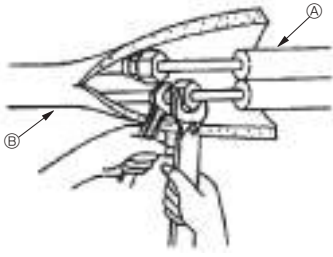

Fig. 4-4
4.4. Soğutucu tesisatı işleri (Fig. 4-4)